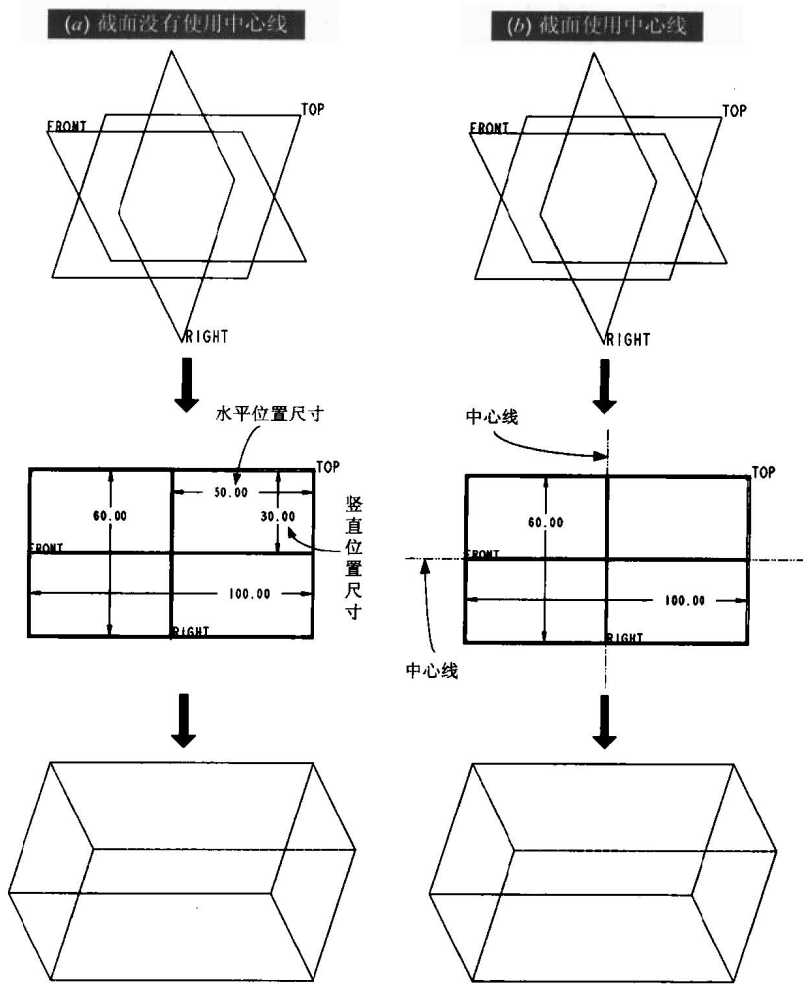

图1.3
- 辅助的几何图元点 与中心线: 可以作为创建其他二维几何图元时的参考, 或作为约束。例如在图 1.3(a)中, 若没有使用中心线, 则须标注二维截面的水平及竖直位置尺寸, 而图 1.3(b)即是使用中心线, 以省却截面的水平及竖直位置尺寸的标注, 并表达截面能上下对称及左右对称的设计理念。